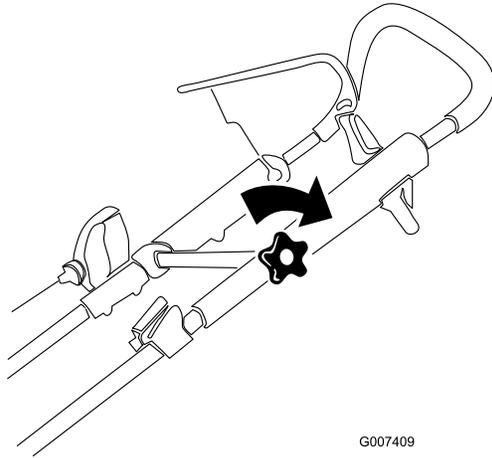

Figure 5
- Placez la partie supérieure du guidon à la position voulue et serrez solidement le bouton du guidon (modèle 20999 uniquement) (Figure 5).